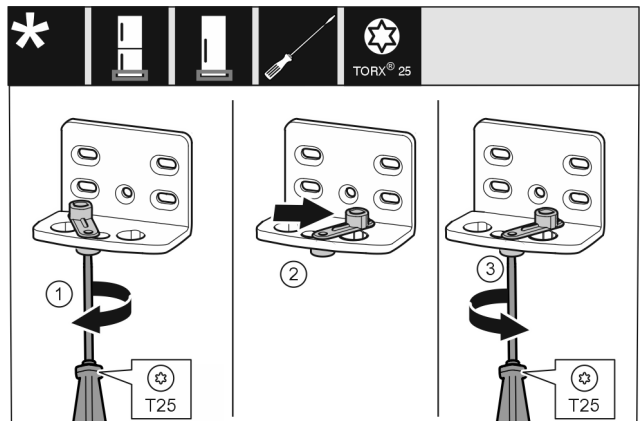

Fig. 14
- ▶ Atlaisvinkite varžtą atsuktuvu T25. Fig. 14 (1)
- ▶ Pakelkite pagalbinių durų uždarymo įtaisą ir 90° kampu pasukite į dešinę kiaurymėje. Fig. 14 (2)
- ▶ Tvirtai prisukite varžtą atsuktuvu T25. Fig. 14 (3)